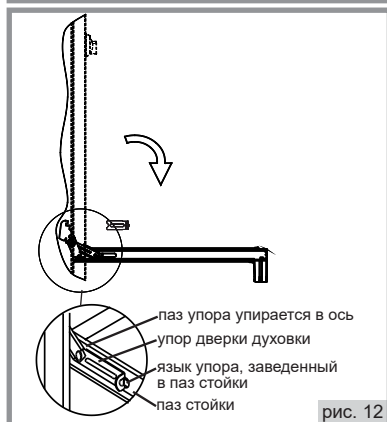

рис. 12
1. Откинуть дверцу в горизонтальное положение. Ввести в пазы, предусмотренные слева и справа в стойках дверцы, два упора дверцы (рис. 12);